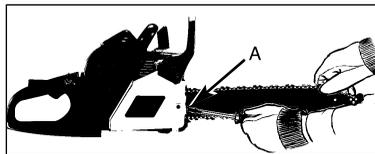

Рис. 5
1. Чтобы натянуть цепь, поверните регулировочный винт (D) **ПО ЧАСОВОЙ СТРЕЛКЕ**, направив носок шины вверх. Чтобы ослабить натяжение цепи, поверните регулировочный винт (D) **ПРОТИВ ЧАСОВОЙ СТРЕЛКИ**. Убедитесь, что цепь плотно сидит на шине по всей ее длине (Рис. 5).